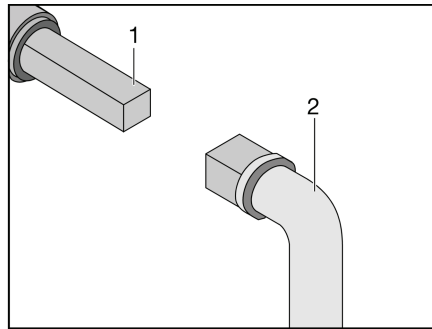

Bild 262 Bedienung Abwasserhahn
- Schlüssel (Bild 262,2) auf Vierkant (Bild 262,1) stecken.